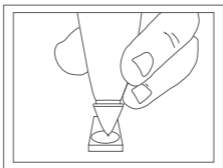

рис. 6
6. Чтобы начать калибровку, аккуратно нажмите кончиком детектора на калибровочный диск перпендикулярно, как показано на рис. 6. Для достижения устойчивого давления на наконечнике